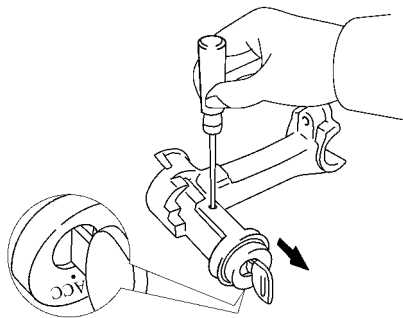

图 16-14 用一根细棒向下推止键
(2) 如有必要,应更换点火开关锁芯。将点火开关的钥匙转到 ACC 位置,用一根细棒向下推止键,拉出锁芯,如图 16-14 所示。然后将新锁芯装入。